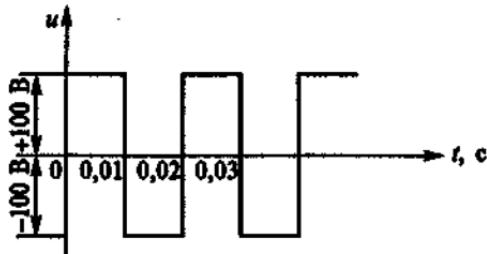

Рис. 153
4.22. Напряжение в цепи на рис. 153, *a* изменяется в соответствии с графиком, приведенным на рис. 153, *б*. Каким будет ток в этой цепи в следующие моменты времени: $t_1 = 0,01$ с, $t_2 = 0,02$ с, $t_3 = 0,03$ с, $t_4 = 0,04$ с, $t_5 = 0,05$ с, если $R = 10$ Ом, $L = 0,1$ Гн? (Указать неправильный ответ.)